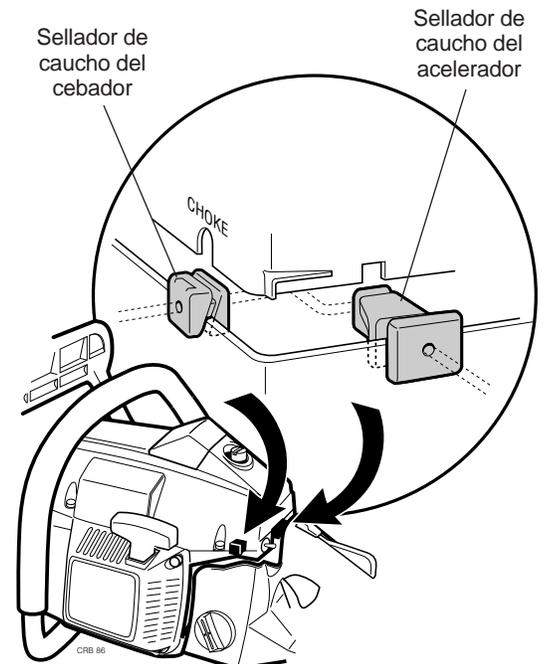

Figura 3.40
- Instale la tapa del cilindro en operación inversa al desmontaje y preste especial atención a la correcta orientación del sellador de caucho para la varilla del cebador y de control del acelerador (figura 3.40)